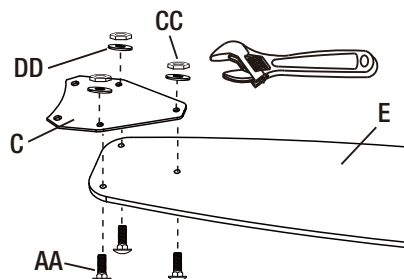

Figura 12
- Instale los soportes de las aspas (C) en las aspas del ventilador (E) con los pernos corredizos (AA), las tuercas hexagonales (CC) y las arandelas planas (DD) provistos, 3 por cada aspa (Figura 12).